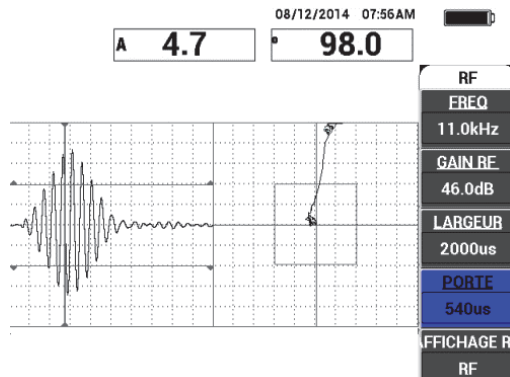

Figure 6-5 Position recommandée pour la porte
- Si vous le souhaitez, réglez manuellement la porte à la position souhaitée en appuyant sur **PORTE** (touche D) et en faisant tourner la molette. Une position recommandée pour la porte serait la crête de la première réflexion. La position recommandée de la porte est souvent située à gauche de la crête de signal la plus forte (voir la Figure 6-5 à la page 138).